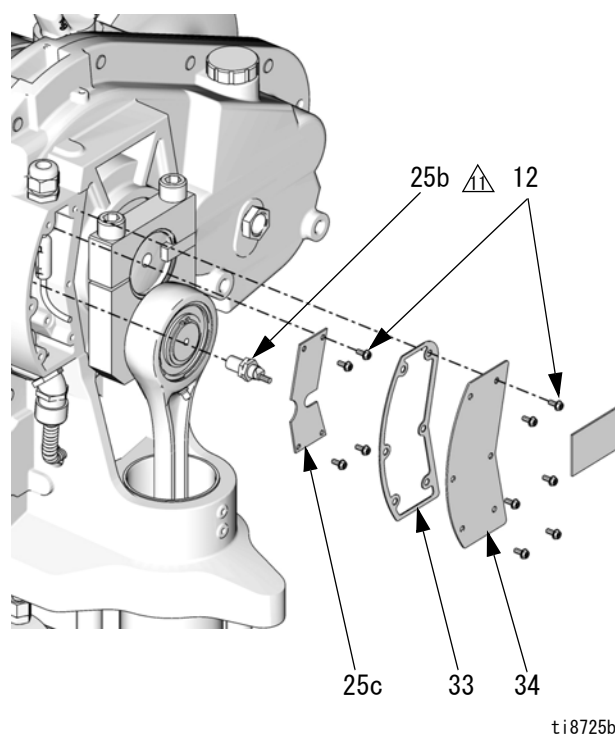

図 12. TDC センサー
4. 2 本のネジ (12) およびカバー (32) を外します。
5. 図 12 を参照してください。6 本のネジ (12)、回路基板カバー (34)、およびガスケット (33) を外します。
9. 図 12 を参照してください。4 本のネジ (12) および回路基板 (25c) を外します。
5. 図 12 を参照してください。6 本のネジ（12）、回路基板カバー（34）、およびガスケット（33）を外します。